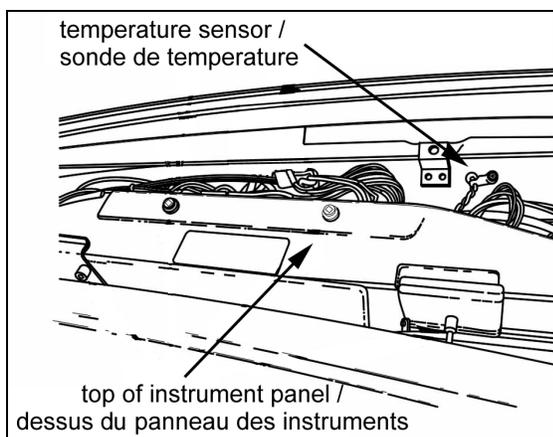

FIGURE 4 : EMPLACEMENT DE LA SONDÉ À RETIRER
9. Parmi le câblage du tableau de bord, localiser et débrancher le connecteur C474 de l'ancienne sonde et acheminer ce dernier jusqu'au connecteur C474 du câblage de la nouvelle sonde thermique #563063. Pour les véhicules XLII, utiliser aussi le câblage de rallonge #065302 entre le connecteur C474 de la nouvelle sonde et le connecteur C474 du câblage du tableau de bord. Retirer l'ancienne sonde. Celle-ci est située à l'intérieur des sorties d'air de dégivrage et maintenue par une vis (voir figure 4). Fixer le câblage de la nouvelle sonde au boyau à l'aide des attaches de nylon.